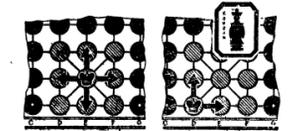

Рис. 4
4. Ход короля. Король ходит и бьет по горизонтали и вертикали только на один пункт и может действовать на 9 пунктах доски в пределах крепости (рис. 4).